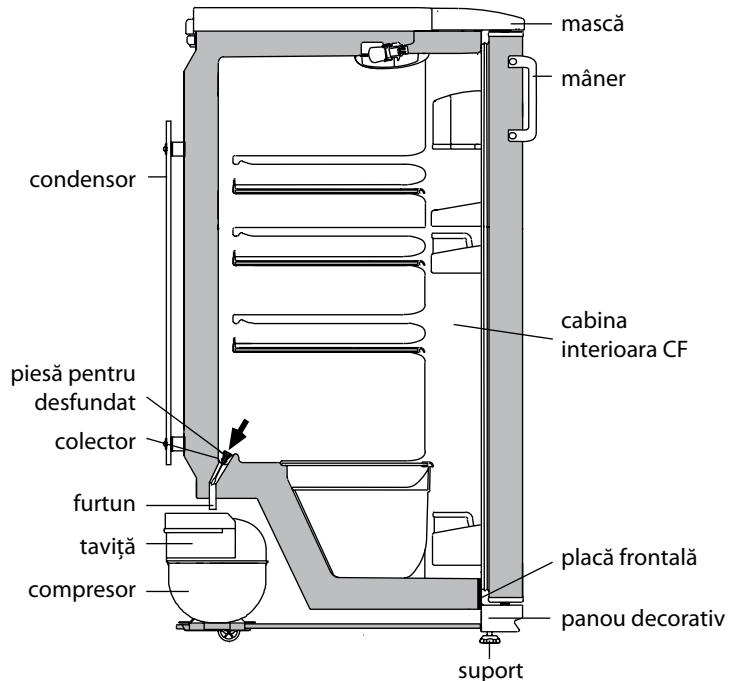

Figura 4 – Schema de scurgere a apei topite CF
2.2.1 In CF este utilizeaza un sistem automat de decongelare. Bruma, care aparea pe peretele din spate a CF, dupa oprirea compresorului ce lucra ciclic, se topeste si se transforma in picaturi de apa. Picaturile de apa topita se scurg in tava, prin gaura - in conducta de ramificatie si intra in vasul compresorului in conformitate cu figura 4 si se evapora.
2.2.2 Este necesar in mod regulat (cel putin o data in 3 luni) sa fie verificat curatenia tavii si sa verificat absenta apei in tava. Prezenta apei in tava indica infundarea a sistemului de drenaj. Pentru a elibera blocajul, curatati gaura din tava cu o perie, astfel ca apa fara obstacol sa scurge in vas, spalati peria si instalati-o in conformitate cu figura 4.
SE INTERZICE utilizarea frigiderului cu un sistem de drenare infundat. Apă, care a aparut in partea de jos a CF sau ce a aparut in locul de contact cu placa frontală a cabinei interioare a CF, in conformitate cu figura 4 poate cauza corodarea cabinei exterioare a frigiderului, poate afecta izolatia termica, poate duce la formarea fisurilor cabinei interioare a frigiderului si defectarea frigiderului.